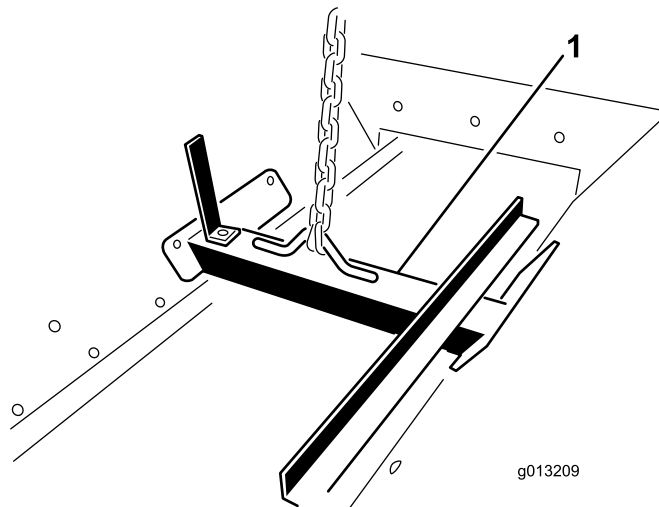

Figura 13
1. Atași un dispozitiv de ridicare la suportul de ridicare fixat cu uruburi în interiorul ansamblului buncărului de alimentare (Figura 13).